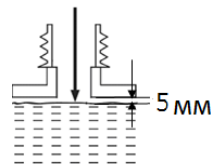

Рис.3
2. Залейте топливо в бак. Не допускайте переполнения топливного бака, так как топливо может вытечь. Оставьте как минимум 5 мм свободного пространства между топливом и верхним краем топливного бака. Это позволит избежать протечки топлива в случае его расширения (рис.3).